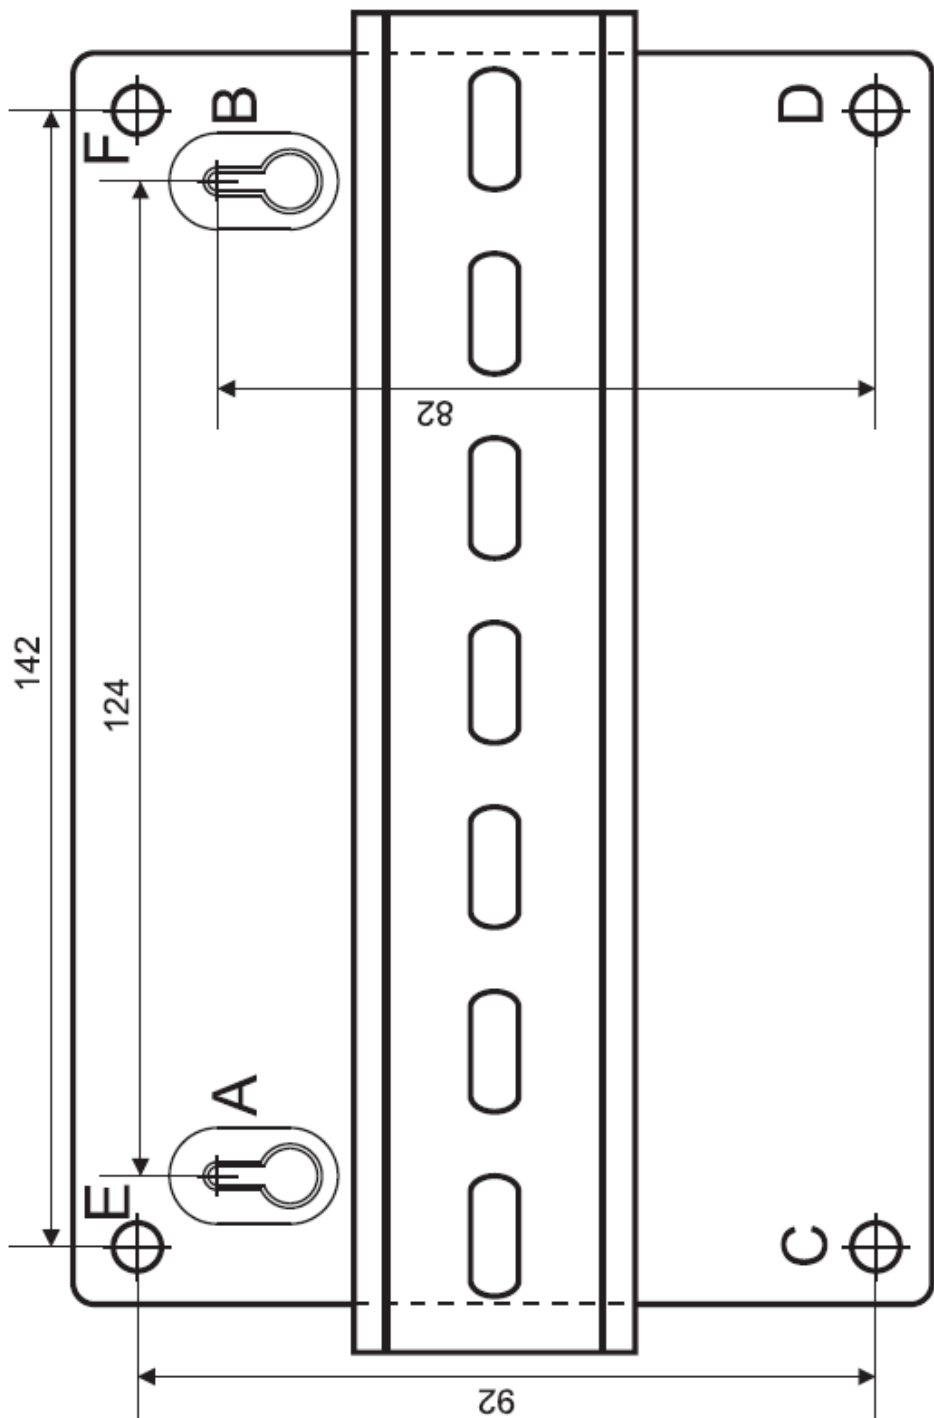

Рисунок 8. Шаблон для монтажа «Рупор-ДБ-К»
3.2.7 **Вариант 2.** Приложите к стене шаблон для монтажа (рис. 8). Просверлите 3 отверстия (Е, F и на выбор С или D).